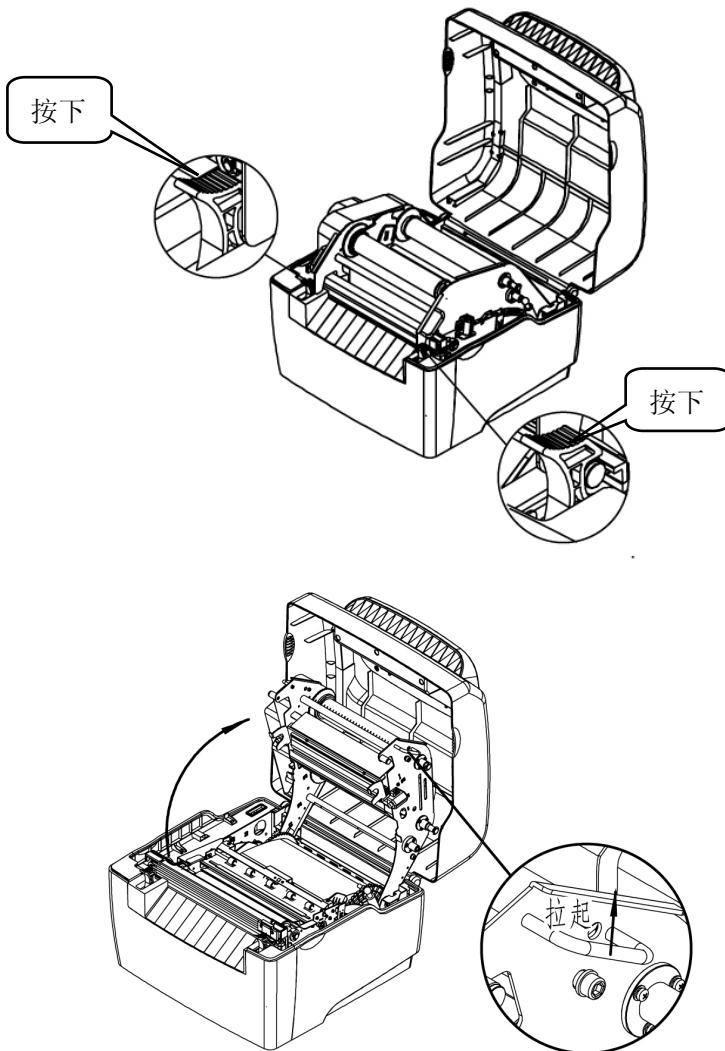

图 2.4.2
- 2) 向下按动下支架左右两个锁钩；待碳带支架抬起后抓住两边拉手将其向上翻转至图示角度（不能继续向上翻动为止）（如图 2.4.2）；